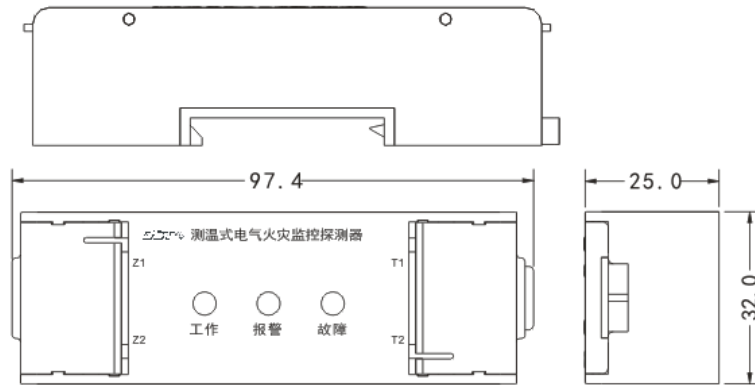
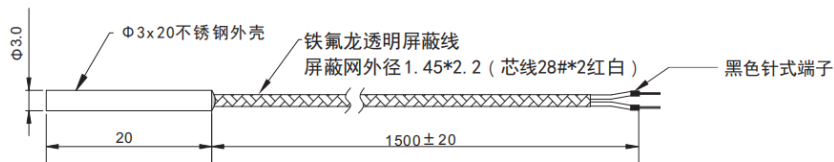

图 2.35 探测器外形示意图
图 2.36 测温传感器结构尺寸图
- (1) 额定工作电压：DC24V(总线供电)，无极性
- (2) 工作电流 $\leq 1\text{mA}$
- (3) 温度报警设定值范围：45℃~140℃ 调节精度 1℃，默认温度报警设定值为 85℃
- (4) 报警响应时间 $\leq 40\text{s}$ ；
- (5) 使用环境：
- (6) 编码方式：电子编码
- (7) 壳体材料：阻燃 ABS
- (8) 外形尺寸：97.4mm \times 32mm \times 25mm
- (9) 测温传感器：测温传感器长度数据说明详见图 2.36
- (10) 执行标准：GB 14287.3-2014
探测器外形示意图如图 2.35 所示，测温传感器结构尺寸图如图 2.36 所示。